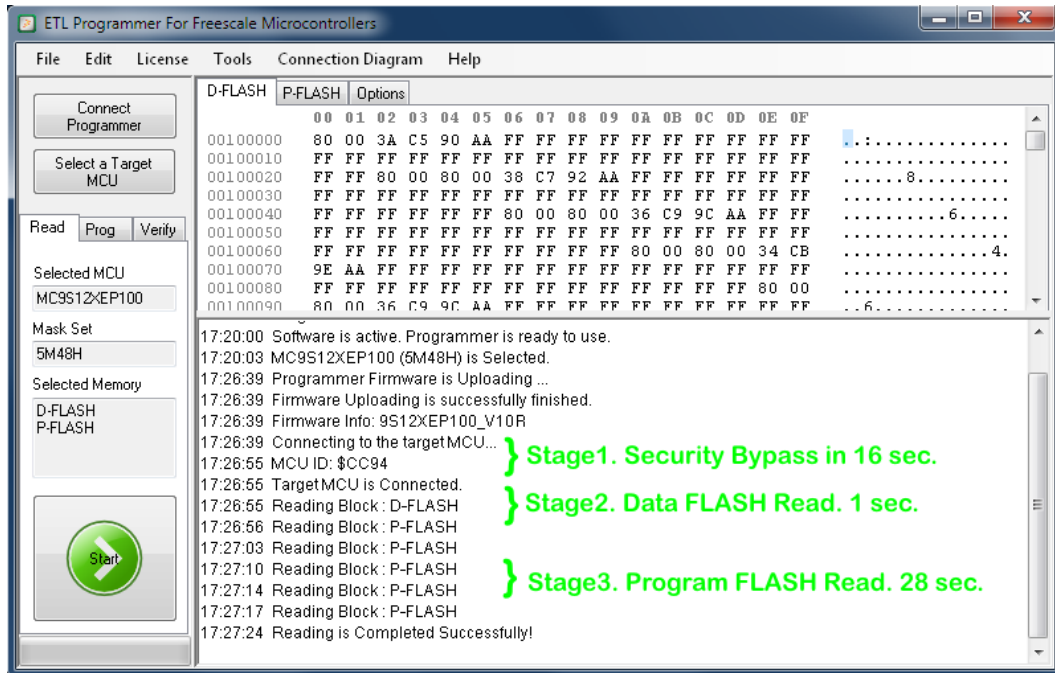

Figura 23. Lea el Procedimiento completado con éxito.
- Espere hasta que la "Lectura se Haya Completado con Éxito" aparezca. El proceso de la lectura del dispositivo incluye tres pasos principales (Figura 23).